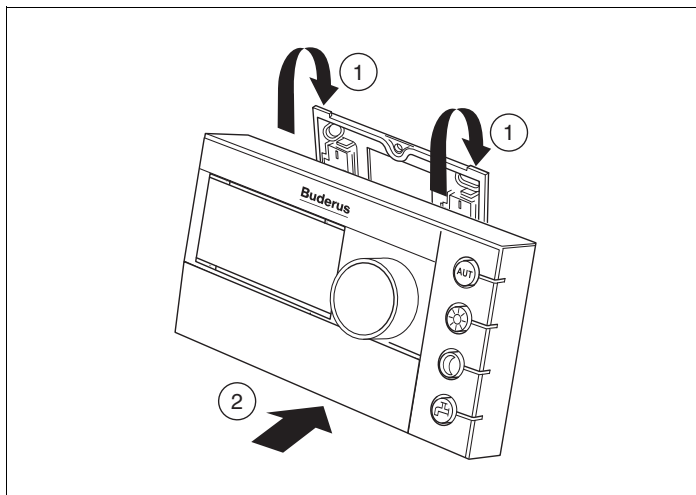

Рис. 4 Установка пульта управления RC30
- Установить пульт управления RC30 сверху в монтажную пластину по направлению стрелок (рис. 4, **поз. 1**).
- Нажать на пульт управления RC30 внизу до щелчка, как это показано стрелкой (рис. 4, **поз. 2**).
- Разблокировать пульт управления RC30 на нижней стороне (рис. 4, поз. 2) и снять его вверх.